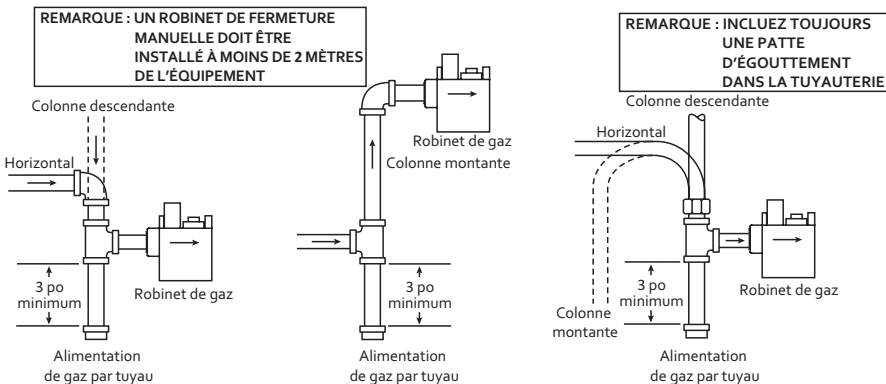

Fig. 2 – Canalisation typique du robinet de gaz
5. Appliquez de la pâte à joint (pâte lubrifiante) ou un ruban en téflon **approuvé pour tous les gaz seulement sur les filets mâles des joints de tuyaux**. N'appliquez **PAS** de pâte à joint sur les deux premiers filets (voir la figure 2 pour les branchements typiques).